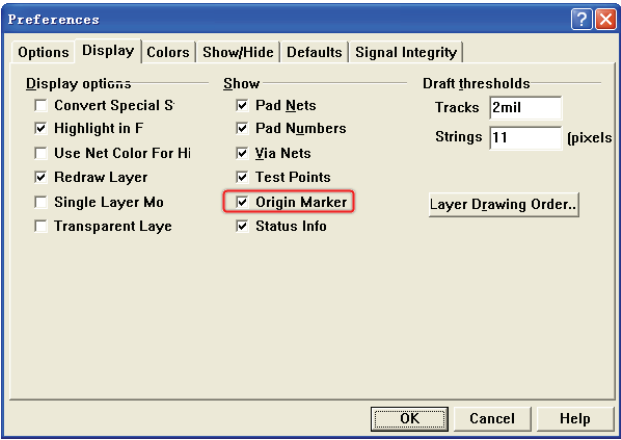

图 6-77 “Preferences” 设置对话框
1) 执行“Tools”→“Preferences”菜单命令，或者在工作区单击右键，在弹出的右键快捷菜单中选择“Preferences”命令，即可打开“Preferences”设置对话框，如图 6-77 所示。这里在“Display”选项卡内选中“Origin Marker”复选框，其他各项使用默认设置即可。